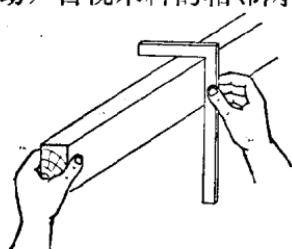

图 1-2 卡方
1. 卡方 在刨削过程中，要知道所刨削的木料相邻两个面是否成直角时，可用右手捏住曲尺尺翼的根部，左手握住木料一端将其提起，把曲尺的内角卡在木料的角上来回拖动，目视木料的相邻两个面是否全部紧贴曲尺内角，如全部紧贴，则表示这个面成为直角（图1-2）。